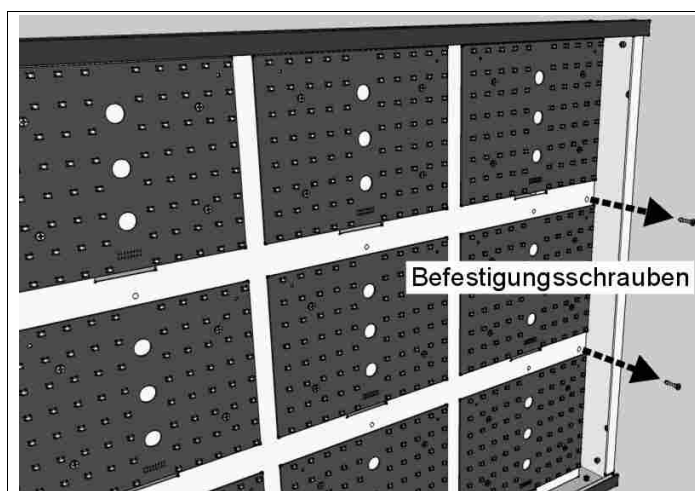

Abb. 12: Befestigungsschrauben der LED-Platinen Halterung
4. Mit einem Kreuzschraubenzieher die beiden, auf der rechten Seite der Metallhalterung der LED-Platinen befindlichen Befestigungsschrauben abschrauben (Abb. 12).